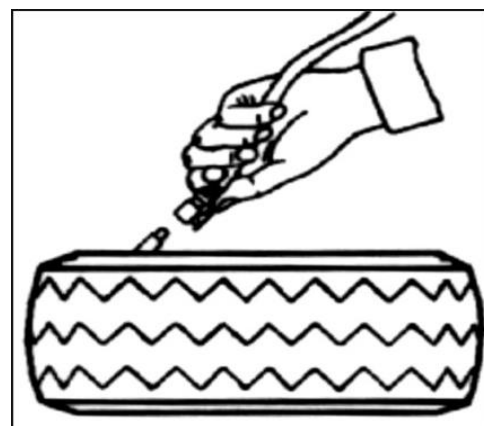

Fig 26
2. Slut luftpåfyldningsslangen til dækkets luftventil. Se FIG. 26.